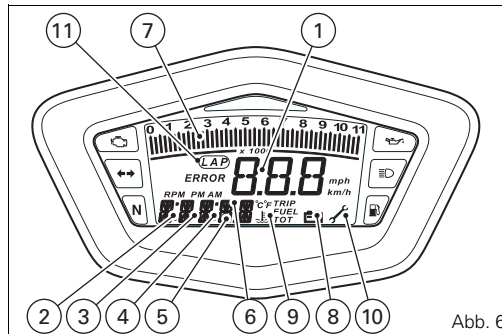

Abb. 6
10) **Inspektionsanzeige** (Abb. 6)
11) **Funktion LAP /USB** (Abb. 6).